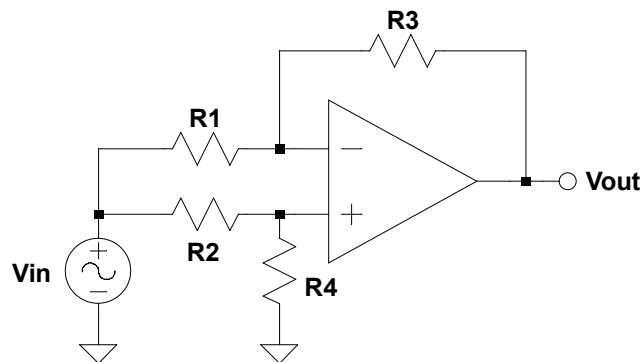

Figura 3
Objetivo: Estimar el CMRR de un amplificador operacional ($CMRR_{U1}$) a partir del circuito de la Figura 3.
Aplicando el resultado anterior referente a $CMRR_{U1}$ es posible entonces utilizar el circuito de la Figura 3 para medir indirectamente el $CMRR_{U1}$. Es decir que $CMRR_{U1} = CMRR_T = A_{dt}/A_{ct} = (R3/R1)/A_{ct}$, siendo $A_{ct}=V_{out}/V_{in}$ la ganancia en modo común total del circuito de la Figura 3.
- Se colocará en su lugar y conectará el amplificador operacional para tener el circuito definitivo (Figura 3).